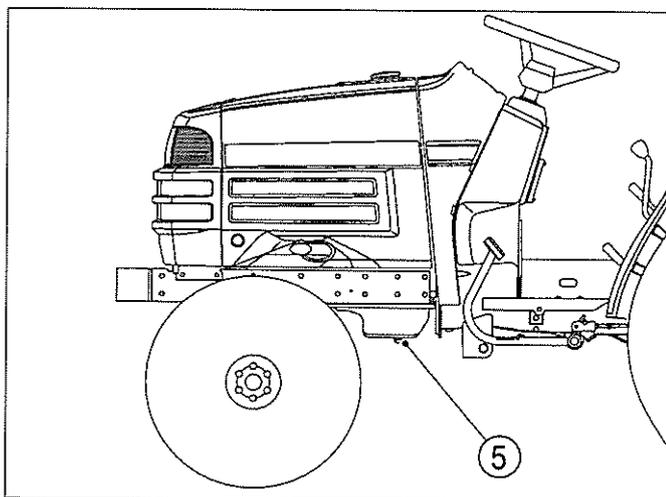

FIG. 41 / ABB.41 / FIG. 41
FIG. 41 : Pour changer l'huile moteur, faites fonctionner le tracteur jusqu'à ce que l'huile soit suffisamment chaude. Retirez le bouchon de vidange (5) du moteur et laissez l'huile s'écouler.